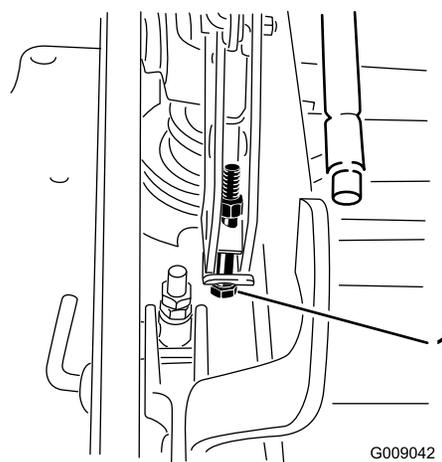

**Figure 87**
12. Pour régler le système monopoint, desserrez les deux boulons au bas de la plaque de hauteur de coupe (voir Figure 87).
14. Serrez les deux boulons au bas de la plaque de hauteur de coupe (Figure 87). Serrez à un couple de 37 à 45 Nm (27 à 33 pi-lb).